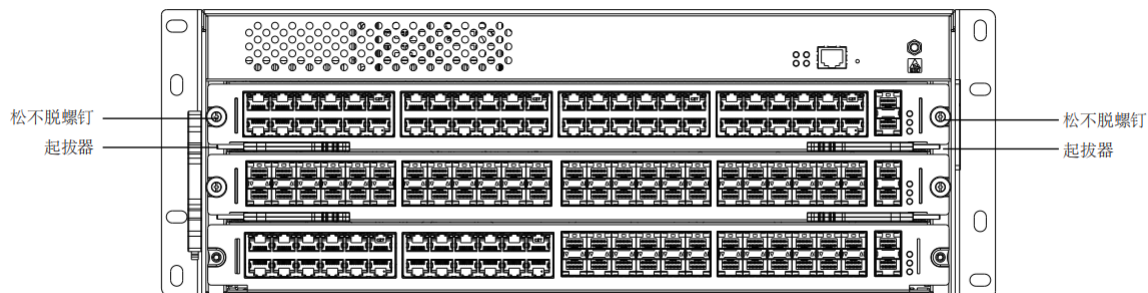

图 3-3 单板边缘零件示意图
3. 用双手握住起拔器向两侧扳动到垂直于线卡位置，线卡会跟随滑出槽位，然后平缓向外取出。如图 3-3。